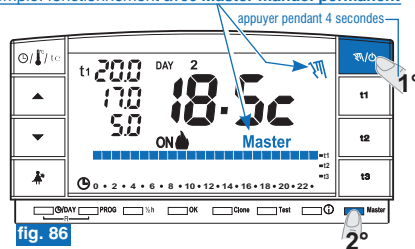

fig. 86
- sur le chronothermostat MASTER, appuyer sur la touche "M/O" (environ 4 secondes) pour entrer en fonctionnement manuel permanent; le symbole "M" devient fixe (voir plus de détails au paragraphe 7.1 point B) (exemple sur la fig. 86).